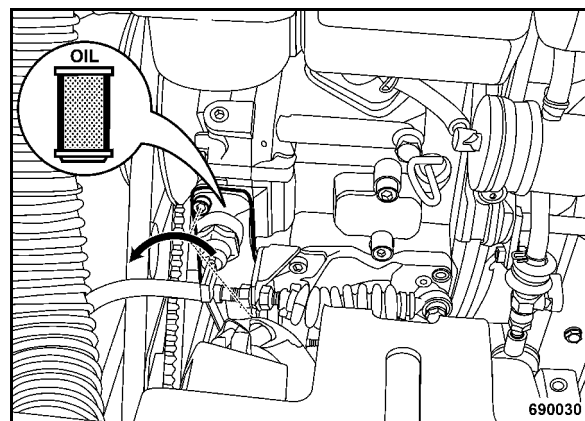

рис. 53
- Вывинтить оба винта и снять фланец масляного фильтра (рис. 53).